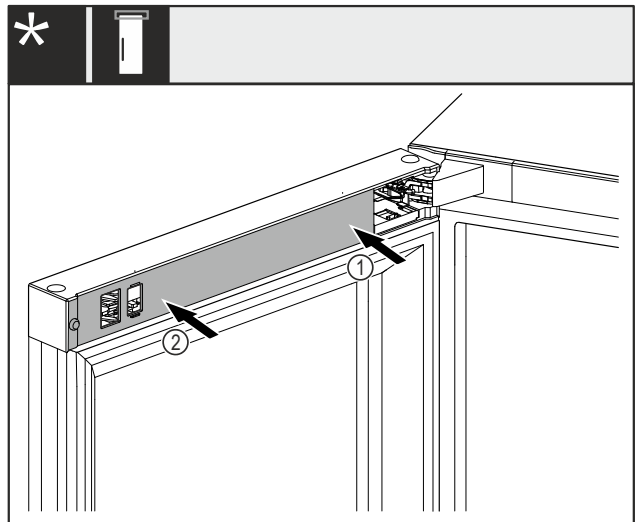

Fig. 48 *
- Applicare per prima cosa la copertura Fig. 48 (1) sul lato del blocco di supporto e innestarla.*
- Applicare per prima cosa la copertura Fig. 48 (2) sul lato esterno e innestarla.*